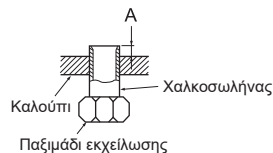

Fig. 5
- Τοποθετήστε το σωλήνα αποστράγγισης στη βάση της υποδοχής αποστράγγισης (άκρο σύνδεσης). (Fig. 5)